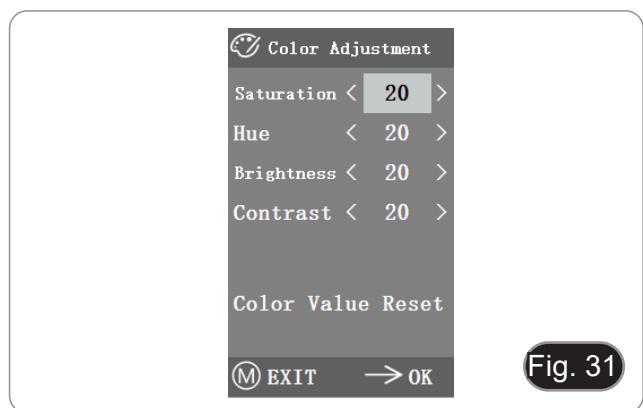

Fig. 31
- Dopo essere entrati nel menu di regolazione del colore (Fig. 31), Saturazione, Tonalità, Luminosità e Contrasto possono essere regolati per far raggiungere all'immagine il livello richiesto.